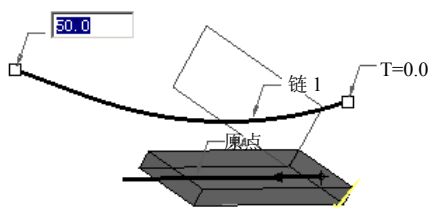

图 8.9.9 改变特征长度
Step7. 改变特征长度。单击曲线 2，使其两端显示 $T=0.0$ ，将其左端的 T 值改为 50.0，如图 8.9.9 所示。